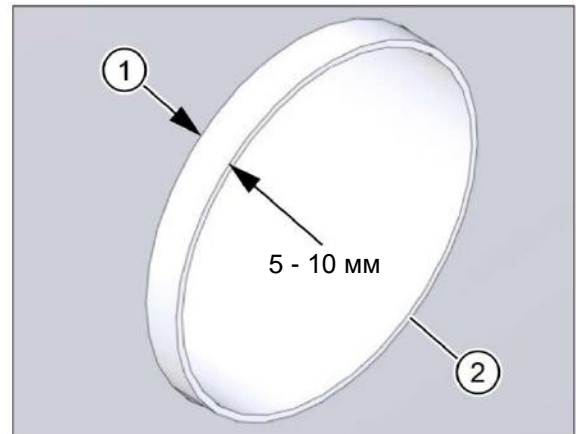

Рис. 4: проверить вентиляционные трубы
- ▶ Проверьте, чтобы вентиляционные трубы выступали снаружи над штукатуркой на 5 - 10 мм (см. поз. 1 на рис. 4).
- ▶ Проверьте, чтобы стыки вентиляционных труб были зачищены (см. поз. 2 на рис. 4).